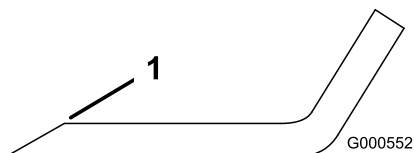
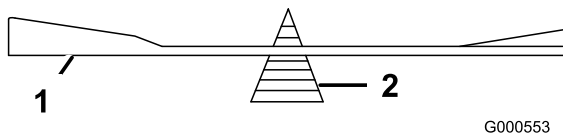

Figure 40
Figure 41
1. Au moyen d'une lime, aiguisiez les tranchants aux deux extrémités de la lame (Figure 40) en veillant à conserver l'angle de coupe d'origine. Limez la même quantité de métal sur chacun des deux tranchants pour ne pas déséquilibrer la lame.
2. Vérifiez l'équilibre de la lame en la plaçant sur un équilibreur (Figure 41). Si la lame reste horizontale, elle est équilibrée et peut être utilisée. Si la lame est déséquilibrée, limez un peu l'extrémité de la partie incurvée seulement (Figure 40). Répétez la procédure jusqu'à ce que la lame soit équilibrée.